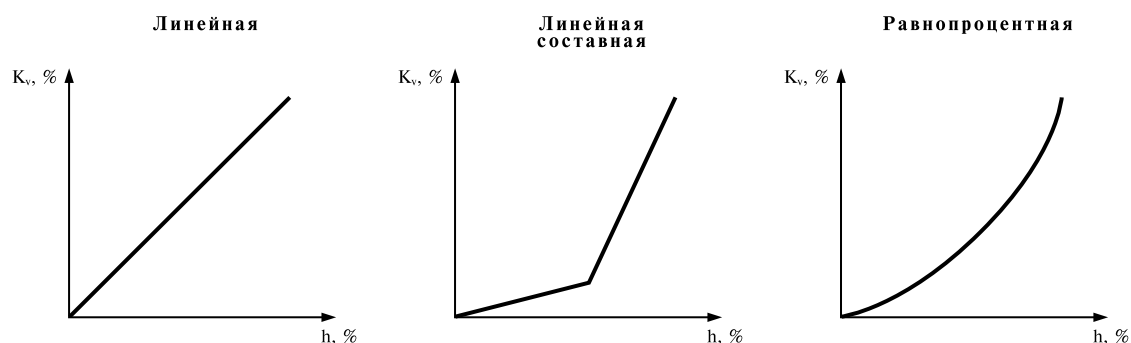

Рис. 26. Расходные характеристики
- ▶ по виду расходной характеристики (рис. 26) — линейная, линейная составная, равнопроцентная (логарифмическая).